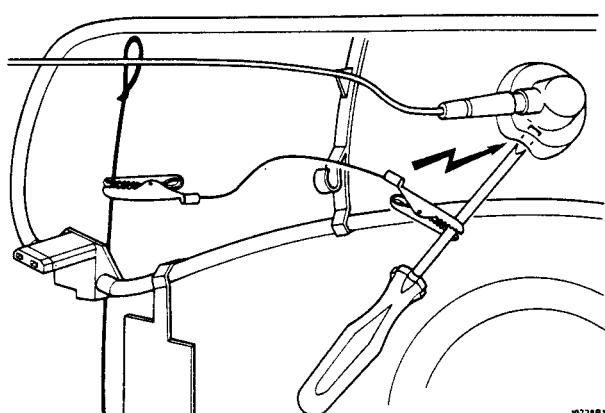

Bild 1
2. Um Beschädigungen an integrierten Schaltungen, Dioden, Transistoren usw. zu vermeiden, sind Hochspannungsüberschläge unbedingt zu vermeiden. Zur Kontrolle der Hochspannung ist ein dafür geeignetes Meßinstrument zu benutzen. Das Entladen der Bildröhre darf nur auf die, im Bild 1 dargestellte Weise erfolgen.